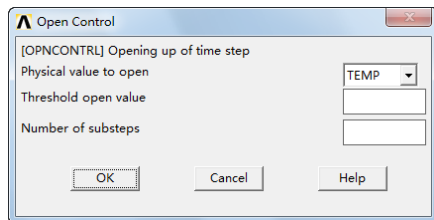

图 9-17 时间步控制对话框
(2) 时间步开放控制。时间步控制对话框如图 9-17 所示, 该对话框对于热分析有效, 方法如下: